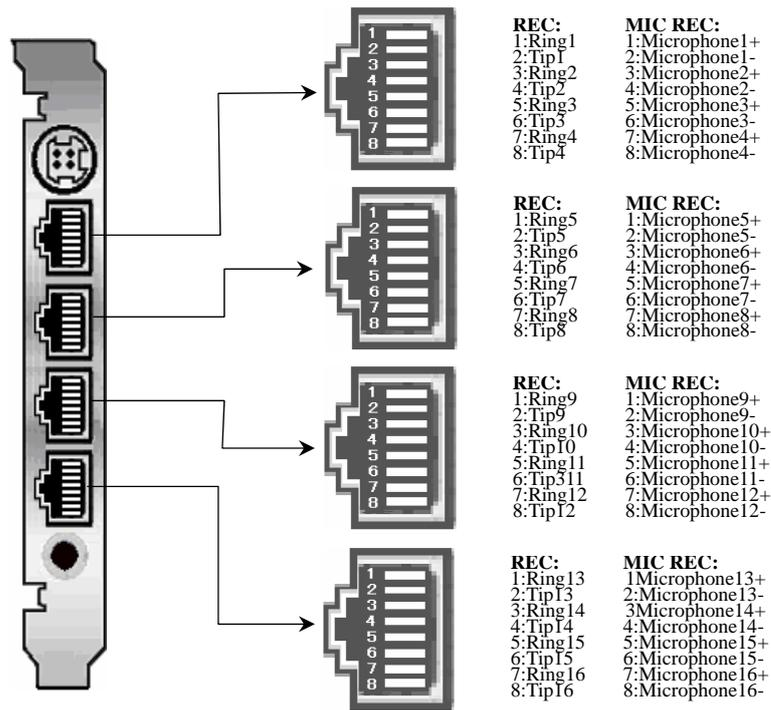

图 2-3 SHT-16B-CT/PCI 底板示意图(左视图)
每个 RJ45 接口是一个八芯线的接口，通过一转四转接器，可连接 4 个两芯 RJ11 接口的模拟线路，插口引脚分布如图 2-3 所示。
① 每个 RJ45 接口接线时，可以通过一转四转接器进行转接；其它三个 RJ45 接口与板卡通道号、RJ45 插座的 8 个针脚与一转四转接器接口的对应关系依此类推。
② 一转四转接器可向本公司购买；若自行压线转接，建议按图 2-3 接线针脚进行压线。